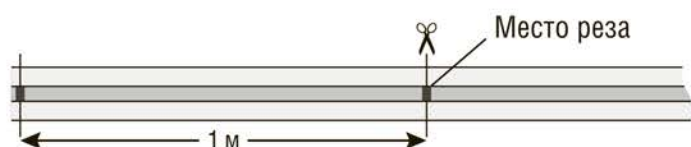
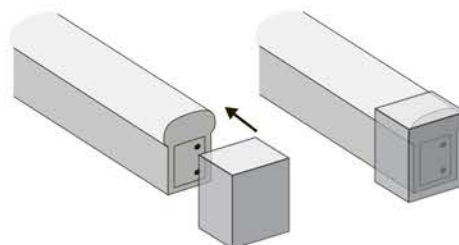

Рис. 2. Разрезание светодиодной ленты.
Рис. 3. Установка заглушки на светодиодную ленту.
- Разрезание светодиодной ленты на участки.** Светодиодную ленту NLS-2835-IP67-220V-NEONLED можно разрезать на участки, кратные одному сегменту, длина которого равна 1 м. Разрез необходимо производить строго посередине участка, соединяющего смежные сегменты, см. Рис.2. В месте разреза ленты пропущен сегмент гибкой печатной платы. Место разреза отмечено маркировкой. На окончание участков светодиодной ленты, к которым не планируется производить какие-либо подключения, необходимо установить заглушки для ленты NLSC-cup-2835-220-NEONLED, Рис.3.